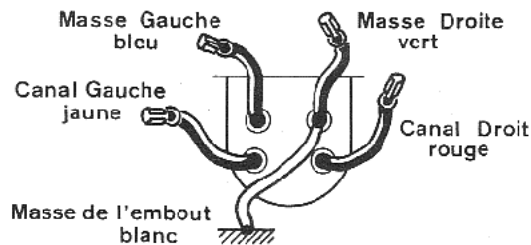

Fig. 3
- Le connecteur tétrapolaire de l'embout détachable est câblé suivant le standard international (fig. 3). Ce câblage convient pour les lecteurs dont le blindage est réuni à la masse canal droit.